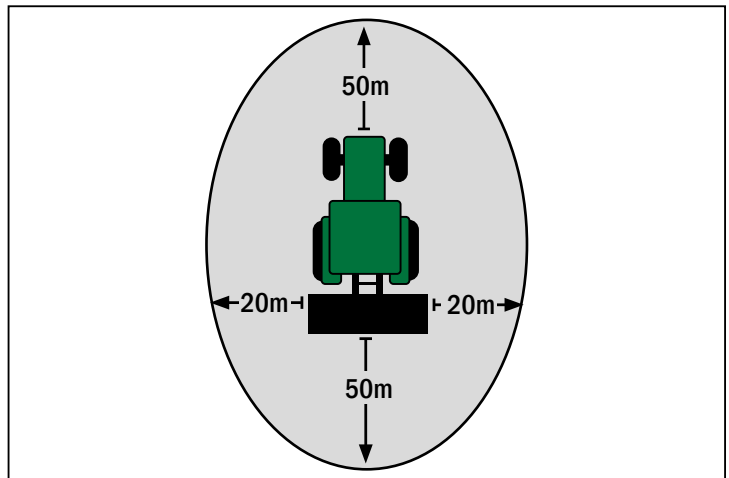

Abb. 2: Gefahrenbereich
- Sobald das Lenksystem aktiviert ist, darf sich niemand im Gefahrenbereich (siehe Abb. 2) aufhalten. Berücksichtigen Sie bei der Verwendung eines Anbaugerätes die Sicherheitsabstände gemäß der Anleitung des Anbaugerätes.